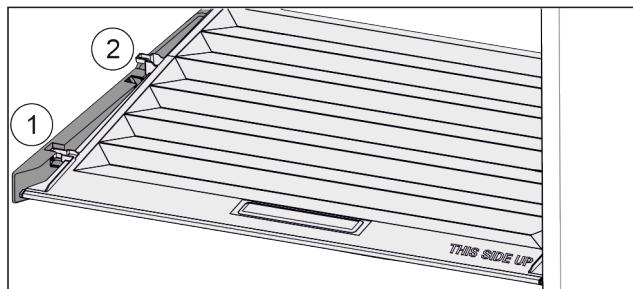

Fig. 43
- Потянуть крышку до отверстия в поддерживающих деталях вперед Fig. 43 (1).
► Поднять сзади снизу и извлечь Fig. 43 (2) движением верх.